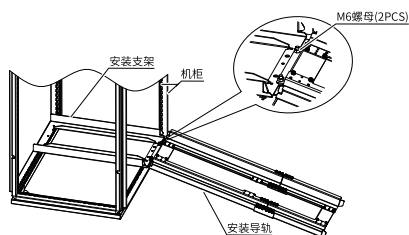

图4-10 安装导轨机柜内安装示意图
b. 将安装导轨前端的两个圆孔对准安装支架的螺杆，用2个M6螺母锁紧，将导轨安装到机柜上，如第70页“图4-10”图3-12所示。